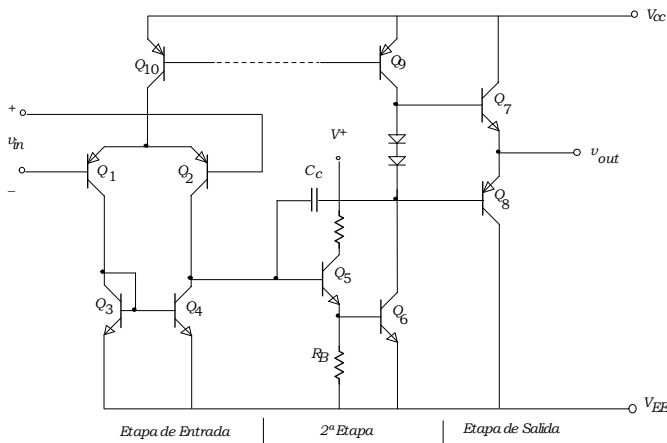

Fig. 1. Diagrama interno de un AO.
El Amplificador Operacional (AO) integrado (CI) está constituido básicamente por dos etapas de ganancia de voltaje (una entrada diferencial y una etapa de emisor común) seguida por una etapa de salida clase AB de baja impedancia. Un diagrama simplificado de este circuito integrado es mostrado en la Fig. 1. Esta versión de un AO integrado es equivalente a un AO de propósito general, similar al LM101, μA 741, o versiones de AO múltiples [1]. Este circuito permite entender el funcionamiento interno del CI.
En la mayoría de los AO, la etapa intermedia (2ª etapa) proporciona una alta ganancia a través de varios amplificadores, en el circuito de la Fig. 1, dicha etapa esta formada por Q_5 la cual es un circuito en emisor común que proporciona una alta impedancia de entrada a la primera etapa (la que atenúa los efectos de carga). Además, esta etapa tiene un capacitor C_c el cual es utilizado por el AO para compensación en frecuencia.